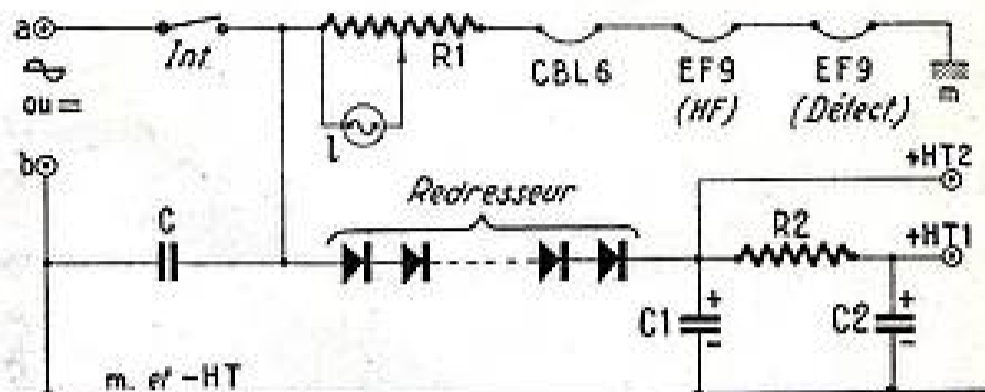
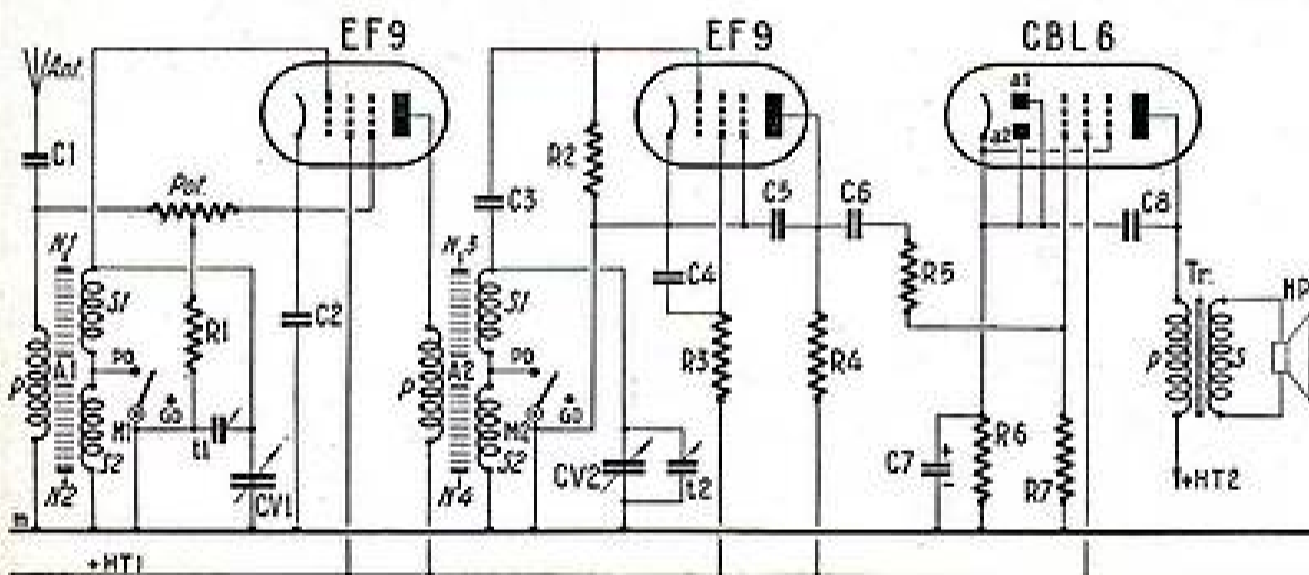

Fig. 2
Fig. 1
La figure 1 montre les circuits utilisés. Comme on peut le voir, on dispose d'une amplificatrice HF pentode EF9, d'une détectrice par la grille EF9 également, d'une amplificatrice BF constituée par l'élément pentode d'une CBL6.
La figure 2 donne le schéma à utiliser. Tension du secteur appliquée entre a et b. Interrupteur Int. porté par le potentiomètre *Pot.* (Voir fig. 1). R1 : Résistance de chauffage avec l lampe de cadran en dérivation sur une fraction de R1.
**Résistances. Figure 1.**